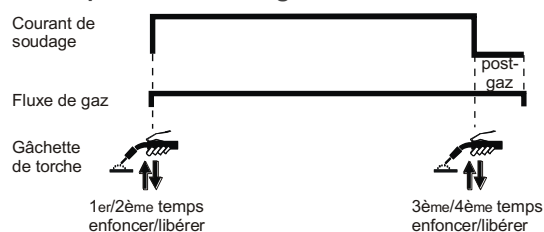

Fig.5
- Sélectionner mode de soudage MIG/MAG avec bouton 2 (Fig.5).
- Sélectionner mode de gâchette de la torche avec bouton 3 (Fig.5) :
- Mode SPOT (Points) Une fois sélectionné, indique que le mode de soudage par points est activé. La machine s'arrête automatiquement à la fin de la période de soudage sélectionnée. Pour sélectionner, appuyer sur le bouton 8 (Fig.5) jusqu'à ce que la led S s'allume et que l'afficheur 1 (Fig.5) indique SPt et pour régler tourner le bouton 8 (Fig.5) sur le temps souhaité.
- Avec boutons 7 (Fig.5), sélectionner MANUAL ou le programme synergique souhaité.
réglage la tension de soudage avec le bouton 8 (Fig.5) de 10 à 26V. Pendant le soudage, ce paramètre est actif en permanence en tournant le bouton 8 (Fig. 5), la tension de soudage est ajustée.
réglage également, au moyen du bouton de réglage 5 (Fig.5), la vitesse du moteur du fil entre 1,5 et 15 m/min comme indiqué sur l'affichage numérique. Pendant le soudage, ce paramètre est actif en permanence en tournant le bouton 5 (Fig. 5), la vitesse du fil est régulée.
Réglez le courant de soudage avec le bouton 4 (Fig.5) en fonction de la gamme de courant du programme sélectionné.
Réglez la synergie avec le bouton de réglage fine de synergique 8 (Fig.5) de -4 à +4.
- Sélectionner l'inductance électronique en appuyant sur le bouton 8 (Fig.5) jusqu'à ce que l'afficheur 1 (Fig.5) indique ind et tourner le bouton 8 (Fig.5) de 0 à 10. - moins d'inductance - arc plus étroit, plus de pénétration et plus d' inductance - arc plus large, plus de remplissage).
- Sélectionner BURN BACK (la longueur du fil à la torche, à la fin du soudage), en appuyant sur la touche 8 (Fig.5) jusqu'à ce que l'afficheur 1 (Fig.5) indique bub et tourner la touche 8 (Fig.5) de 0 à 10 .